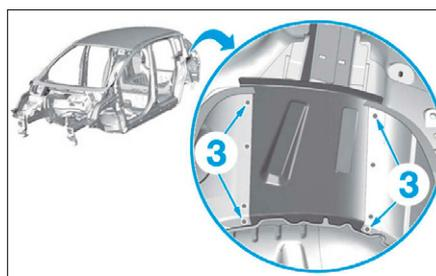

FIG. 189
- bouchons MAG en (3) (Fig.189),